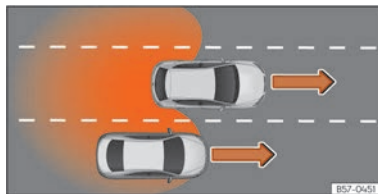

Fig. 118 Depășire pe banda centrală și apoi trecere pe banda din dreapta.
- La depășirea unui alt autovehicul »» **fig. 118** cu o diferență de viteză de aproximativ 10 km/h (6 mph). Dacă vehiculul trece cu o viteză semnificativ mai mare, nu se afișează nicio indicație.